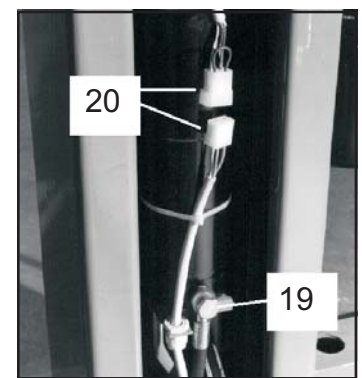

Fig.19
- in caso di rottura del sistema idraulico (centralina/tubi) interviene la valvola di blocco (19, fig.19) posta sul cilindro
- in caso di eccessiva corsa del cilindro è stato previsto un connettore a strappo (20, fig.19) che interrompe l'alimentazione al quadro.
- the block valve (19, fig.19), located on the cylinder, will trip if the hydraulic system ruptures (power unit/hoses)
- if the cylinder exceeds its travel distance, a pull connector has been installed which cuts off the power supply to the control box (20, fig.19).